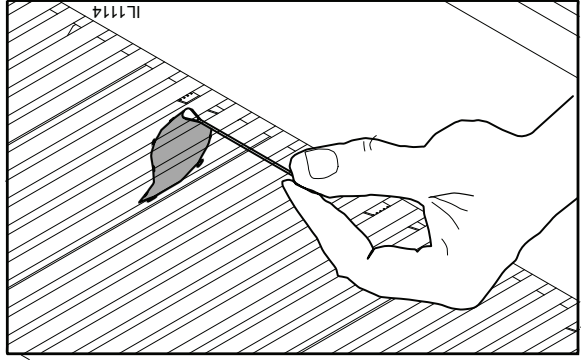

Fig.2 Utilisez la baguette avec une allumette pour allumer le tube si le bouton de l'allumeur ne marche pas.
4. Si l'allumeur n'allume pas le brûleur après plusieurs essais, tournez le bouton rouge à la position « OFF » (arrêt) et utilisez la baguette d'allumage fournie avec l'appareil pour tenir une allumette pour allumer le tube d'allumeur. Enfoncez et tournez le bouton rouge dans le sens contraire aux aiguilles d'une montre à la position « ON » (marche) et en utilisant la flamme d'une allumette (attachée à la baguette, l'insérez entre les grilles pour allumer le tube d'allumeur de 3/8 po D. (Fig. 2)